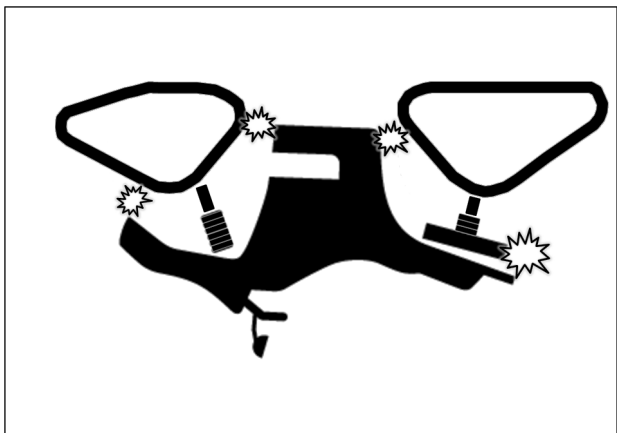

Fig. 22
2. Vérifier s'il y a possibilité de contact entre le système de traction et les coins inférieurs des ailes. Voir la Fig. 22